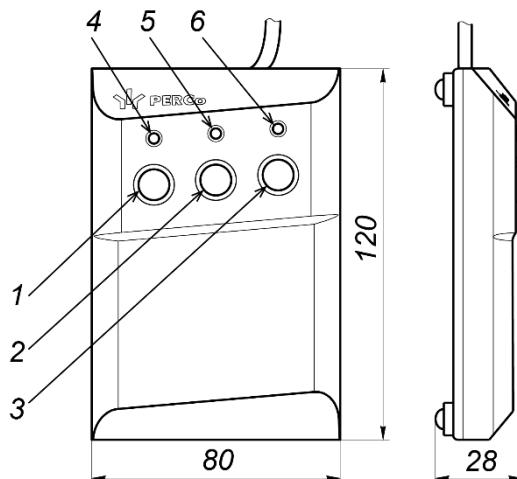
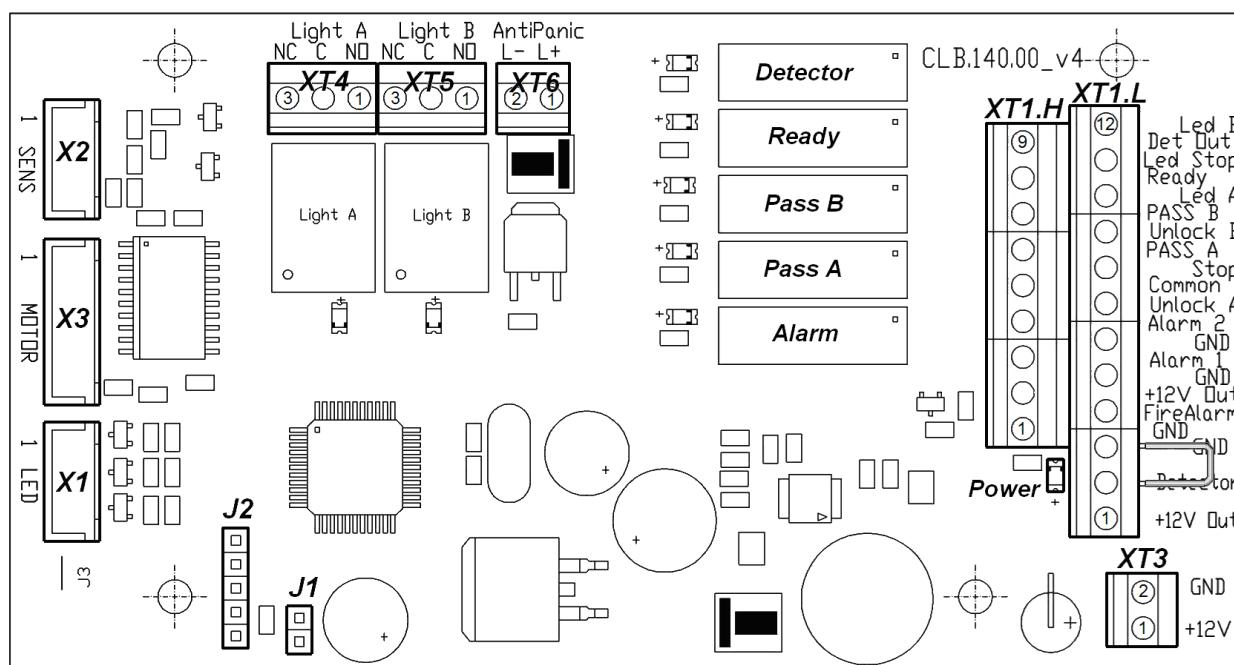

Рисунок 4. Общий вид и габаритные размеры ПДУ
Рисунок 5. Внешний вид платы управления
ПДУ (11) выполнен в виде небольшого настольного прибора в корпусе из ударопрочного АБС-пластика и предназначен для задания и индикации режимов работы при ручном управлении турникета. ПДУ подключается к плате управления гибким многожильным кабелем (12) через клеммную колодку **XT1.L** (см. рис. 5). Общий вид ПДУ показан на рис. 4.
Внутри стойки расположен кронштейн с установленной платой управления (см. рис. 5) и клеммами для подключения внешних устройств. К плате подключаются ПДУ, выходы СКУД, устройство РУ (при его использовании), устройство аварийного открытия прохода *Fire Alarm* (далее – *устройство Fire Alarm*). На клеммы подключения внешних устройств выведены линии подключения источника питания, линии управления механизмом картоприемника, линии сигналов считывателей. Подключение внешних устройств производится в соответствии со схемой электрических соединений турникета (см. рис. 14).
На плате управления (см. рис. 5) расположены:
Выбор режима управления осуществляется снятием / установкой перемычки на разъеме **J1** платы управления. Расположение разъема **J1** показано на рис. 5. При поставке перемычка установлена, что соответствует импульсному режиму управления турникетом. Для перехода в потенциальный режим управления снимите перемычку. Изменение режима управления произойдет после включения турникета.
Факт подачи напряжения на обмотку реле можно определить по загоранию соответствующего красного светодиода, установленного на плате управления вблизи соответствующего реле (см. рис. 5).